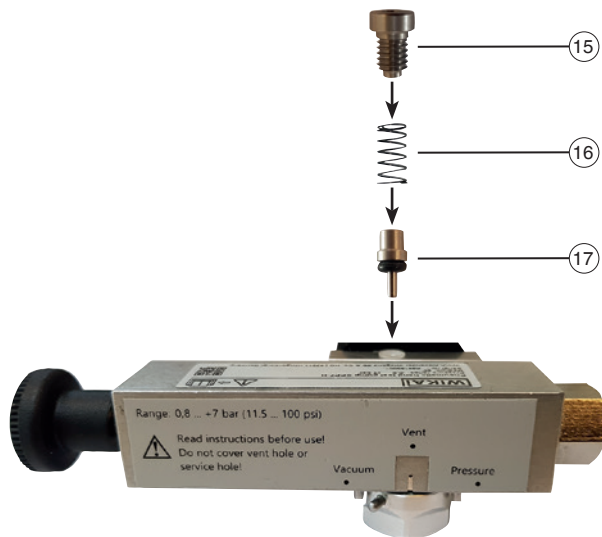

Fig. 1 - Inserimento della valvola di non ritorno
- ▶ Prestare attenzione all'ordine corretto dei componenti (vedere Fig. 1 "Inserimento della valvola di non ritorno")!
5. Richiudere l'apertura (18) utilizzando la vite (15).